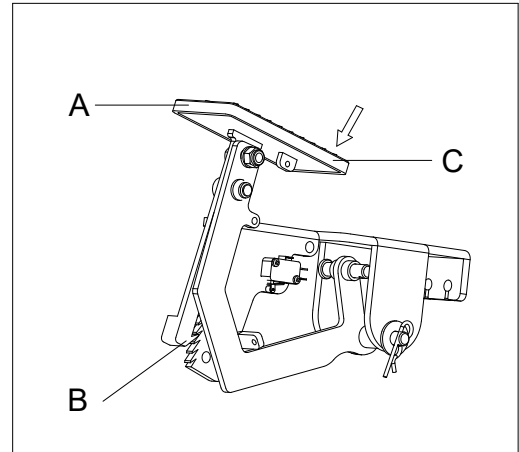

Abb. 11
1. Betätigen Sie die Feststellbremse, indem Sie auf die Vorderseite des Pedals drücken (A, Abb. 11) und den Hebel betätigen (B, Abb. 11).
2. Lösen Sie die Feststellbremse, indem Sie auf die Rückseite des Pedals (C, Abb. 11) drücken und es freigeben.